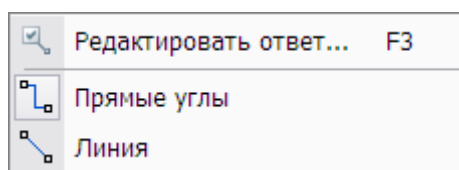

Рис. 8.66
2. В появившемся контекстном меню выберите тип соединительной линии (Рис. 8.66).